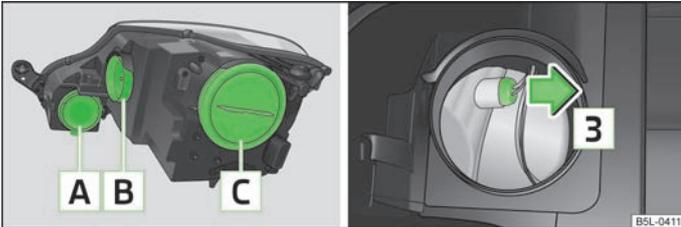

Abb. 169 Frontscheinwerfer: Glühlampenordnung / Fassung für Standlicht (Xenon-Scheinwerfer) ausbauen
Übersicht der Glühlampenordnung » Abb. 169.
- › Die Gummabdeckung **B** abnehmen » Abb. 169.
- › Die Fassung in Pfeilrichtung **3** herausziehen » Abb. 169.
- Die Gummiabdeckung **A** abnehmen » Abb. 169.